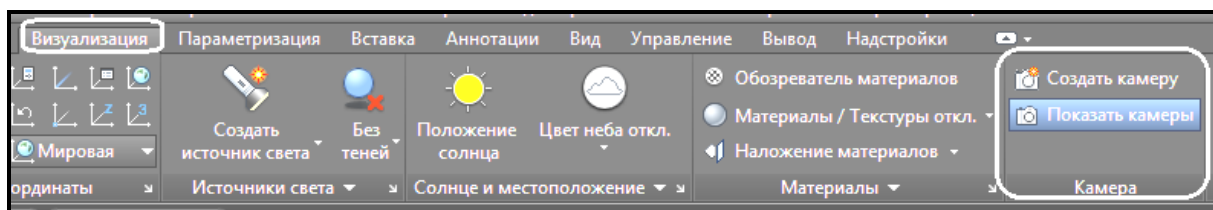

Рисунок 3.166 – Вигляд панелі **Камера**
1. Перейти на вкладку стрічки **Визуализация (Visualize)**. На панелі **Камера (Camera)** натиснути кнопку **Создать камеру (Create Camera)** (рис. 3.166).